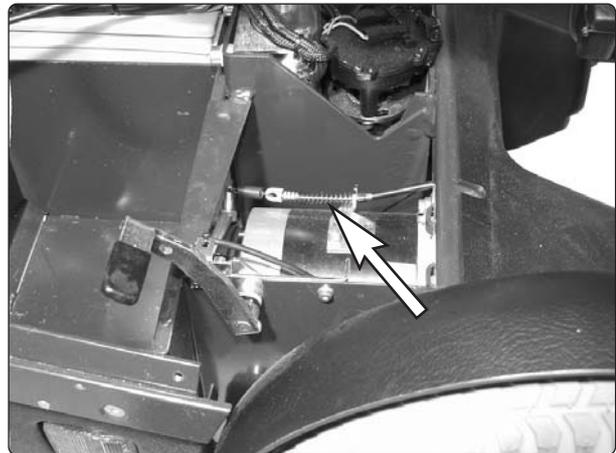

Abb. 18. Entriegelungsdraht Magnetbremse
7. Ziehen Sie die Drahhülse nach vorne und führen Sie den Draht durch den Schlitz des Draalthalters heraus. Haken Sie den Bremsentriegelungsdraht aus der Magnetbremse aus, siehe Abb. 18.